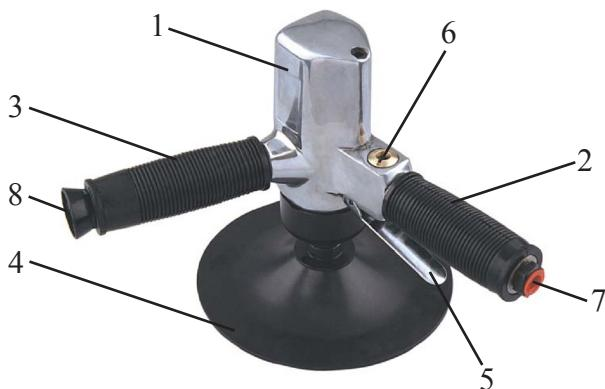

Рис. 1
6.3 С помощью регулятора (поз. 6. рис. 1) можно установить желаемую частоту вращения шлифовального круга (путём контроля расходуемого воздуха):
6.5 Каждый раз перед использованием следует проверять затяжку болтов и гаек системы подачи воздуха. Проверяйте исправность регулятора подачи воздуха (поз 6. рис. 1). Перед техническим обслуживанием или ремонтом шлифмашина должна быть отключена от сети подачи воздуха. Несоблюдение мер предосторожности может привести к травмам и тяжелым последствиям.